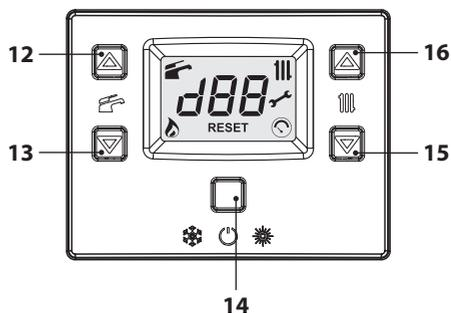
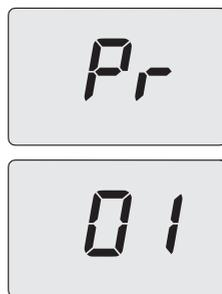
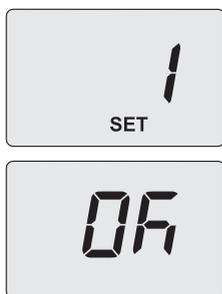
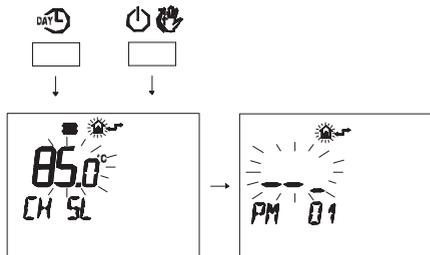

Figura 5.36
Figura 5.37
Figura 5.39
Figura 5.56
- Entrare in "modalità programmazione" premendo contemporaneamente per 10 secondi i tasti 14-15-16 (Figura 5.36) fino a far apparire sul display LCD le lettere **Pr** che si alternano al numero del parametro **01**, indicanti l'entrata nel "parametro 01" (Figura 5.37).
lore letto sul display corrisponde a valori decimali di coefficienti K). Sul display compare la scritta "SET" (Figura 5.39).
- Premendo il tasto 14 (Figura 5.36) si ottiene la conferma del valore inserito. Sul display appare per 3 sec. la scritta "Ok" (Figura 5.56), per poi visualizzare la lista dei parametri (Figura 5.39).
- Per uscire, premere il tasto 14 (Figura 5.36) e togliere l'alimentazione elettrica.
Comunque se la temperatura ambiente non dovesse essere confortevole si può aumentare o diminuire la temperatura di mandata dell'impianto riscaldamento di  $\pm 15^\circ\text{C}$  agendo sui tasti 15 (diminuzione) e 16 (aumento) (Figura 5.36).
- Premere contemporaneamente i pulsanti **DAY L** e **ON/OFF** per entrare nella programmazione trasparente (Figura 5.56).